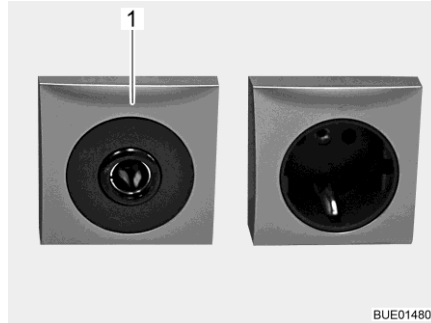

Fig. 177 Presa 12 V/10 A
- ▷ Alle prese (Fig. 177,1) della rete di bordo a 12 V, connettere solo apparecchi funzionanti al massimo a 10 A.